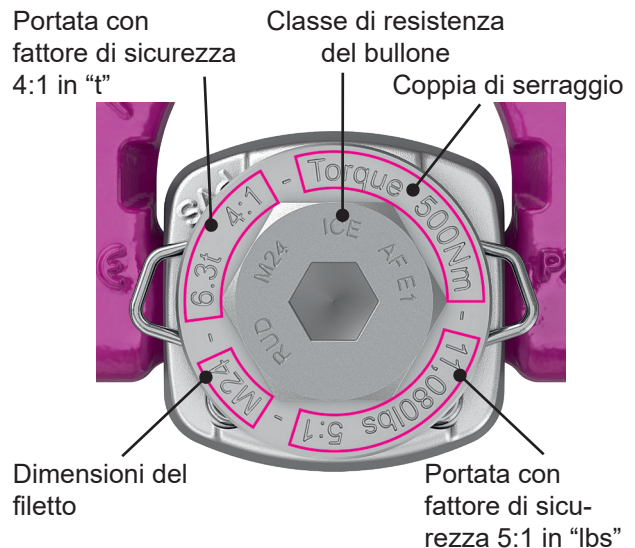

Fig. 1: ACP M8-M30 o 1/2"-1 1/4" -
- **M8-M30 o 1/2" - 1 1/4"**: le informazioni sono riportate sulla parte superiore della boccola e sulla testa del bullone (vedi Fig. 1).